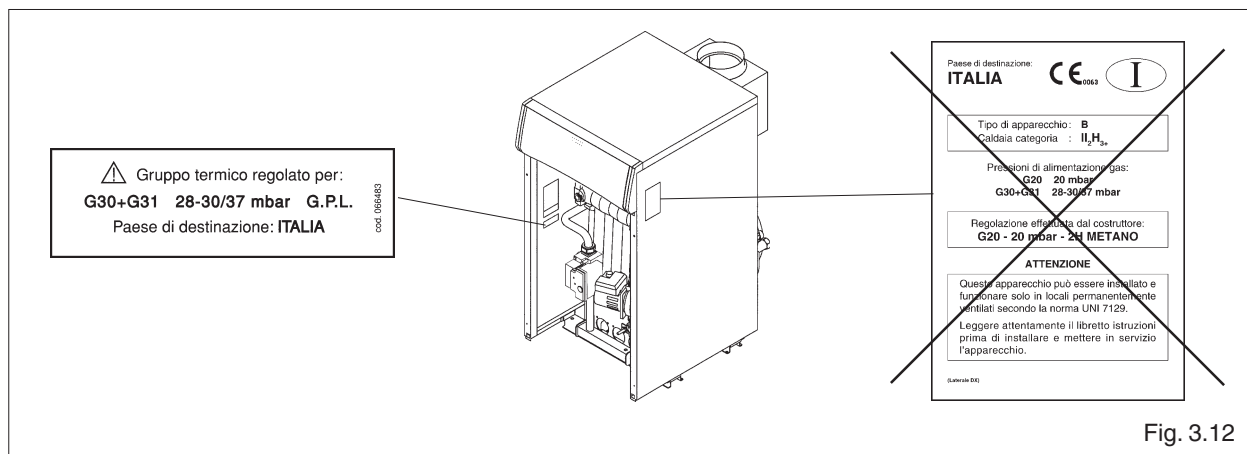

Fig. 3.12
- Applicare la targhetta (GPL), fornita a corredo della caldaia, nella parte interna della mantellatura (fig. 3.12)
- Togliere le targhette per METANO (G20) presenti all'esterno e all'interno della mantellatura (fig. 3.12).